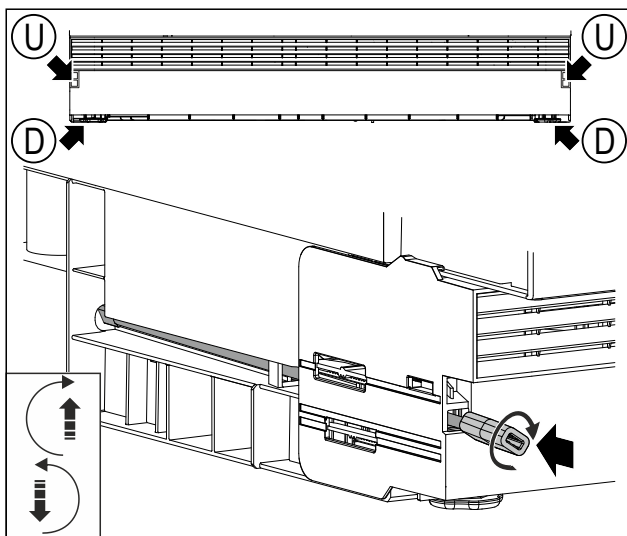

Fig. 48 Ilustrační zobrazení
- (U) Nastavení výšky vzadu (D) Nastavení výšky vpředu
- Tyč s adaptérem zasuňte do otvoru Fig. 48 (U).